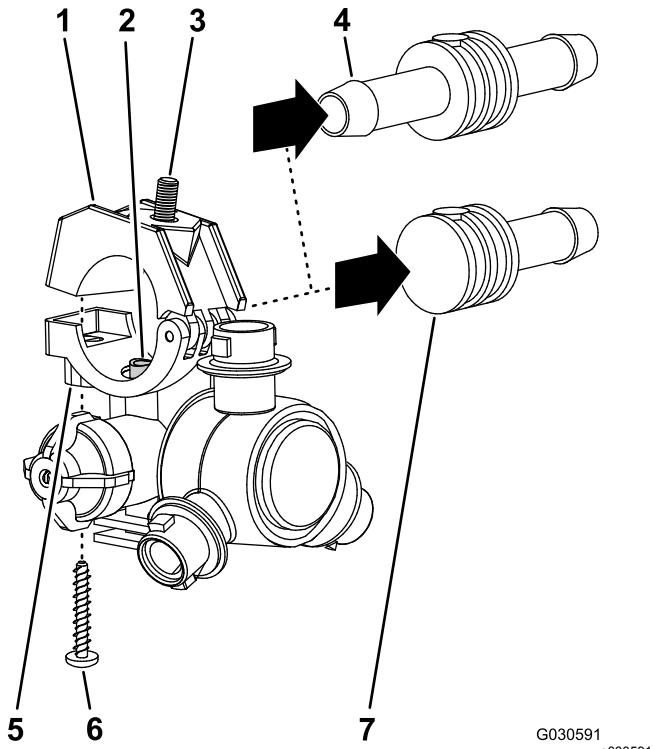

Figure 50
- Retirez la vis en acier inoxydable (n° 12 x 1 1/4") qui fixe le demi-collier supérieur et l'anneau cannelé simple ou double (3/4") sur le corps de la buse de pulvérisation, et séparez l'anneau cannelé et le flexible de la buse (Figure 50).